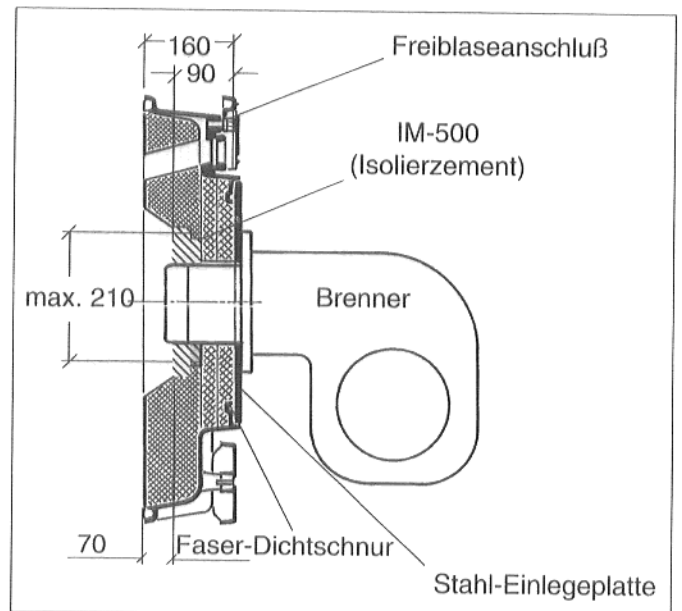

Abb. 32 Brenneröffnung Kessel G_ 605, 11 - 18 Gld.
- Brennerrohr mit Wellpappe oder dergl. umwickeln und festbinden. Brennerrohr montieren. Jetzt nur noch auf der Baustelle den evtl. verbleibenden Spalt (je nach Brennerrohrdurchmesser) zwischen Brennerrohr und der bereits werksseitig montierten Brenneröffnungsisolierung mit Isolierzement ausfüllen (Abb. 32 u. 33). Isolierzement wird in ausreichender Menge mitgeliefert. Die gesonderte Anleitung zur Verarbeitung ist zu beachten.